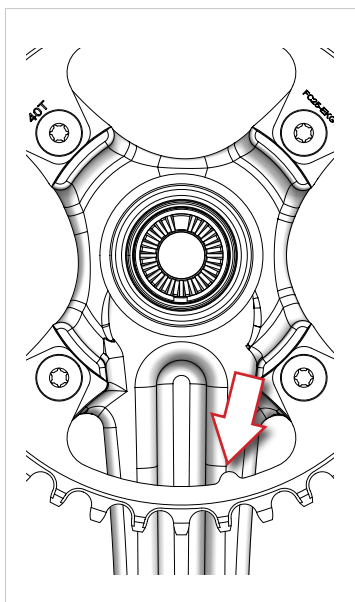

Fig.7
- **PARA EKAR GT:** coloque el nuevo plato de forma que las marcas presentes en el mismo plato sean visibles en el lado interior del conjunto de platos y bielas y que el diente de referencia esté colocado correctamente (Fig.7).